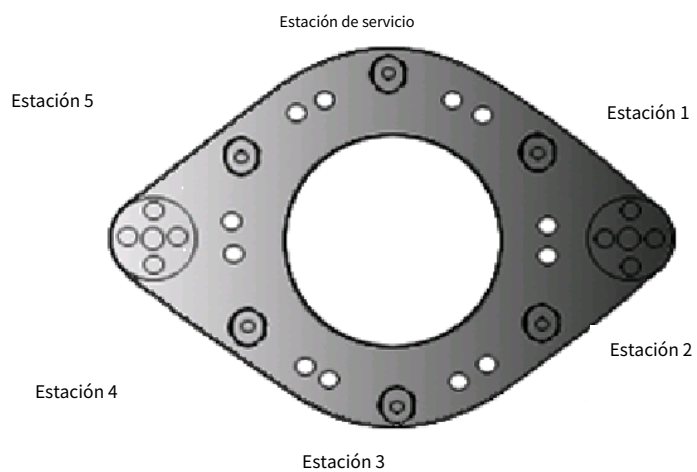

Fig. 19 Disposición de seis estaciones en la unidad de llenado
5.2.7 Ajuste de la altura del retenedor de la varilla de llenado (consulte las Fig. 19, 20, 21)